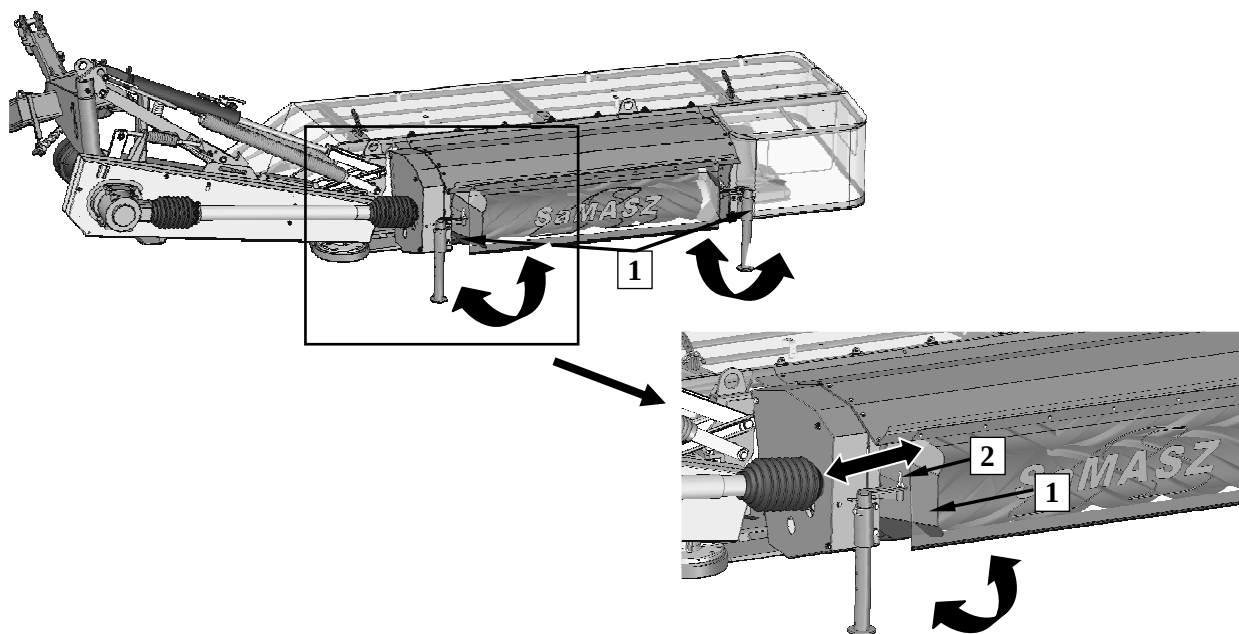

Рис. 21. Регулировка скребков покоса: 1- скребок покоса, 2 – регулировочный болт
С целью установки ширины покоса следует совершить регулировку скребков покоса (1) (Рис. 21) (касается: KDT 220 W, KDT 260 W):
- ❑ травить болт с петлей (2) скребка покоса,
- ❑ установить скребок покоса (1) в зависимости от требования,
- ❑ докрутить болт (2).